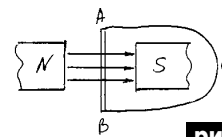

рис.4
6. Провідник АВ переміщують так, що по ньому йде струм від точки А до точки В (рис.4). В яких з цих точок потенціал вище?